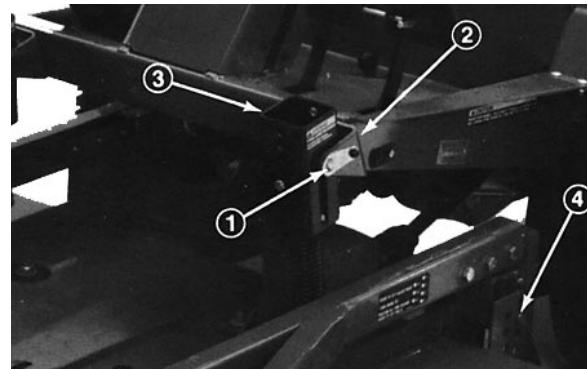

Bild 6
2. Den Ausgleich von der Zugmaschine entfernen, die Sperrstifte aus den Winkelprofilen entfernen, die Druckfedergruppe von den Winkeln trennen und auf der Mäherhaube ablegen. Die Sperrstifte locker mit den Winkelprofilen verbinden, um Verlust der Bauteile vorzubeugen (Bild 6).
3. Das Schnittwerk absenken und die (4) Stifte aus den Schnitthöheneinstellwinkeln entfernen (Bild 6).